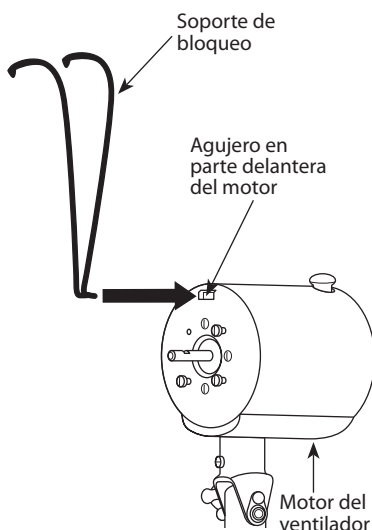

FIGURA 6
16. Instale el soporte de bloqueo como se muestra en la Figura 6. **NOTA:** NO retire la protección de caucho del agujero en la parte delantera del motor. Introduzca la parte inferior del soporte de bloqueo en la abertura recubierta con la protección de caucho.